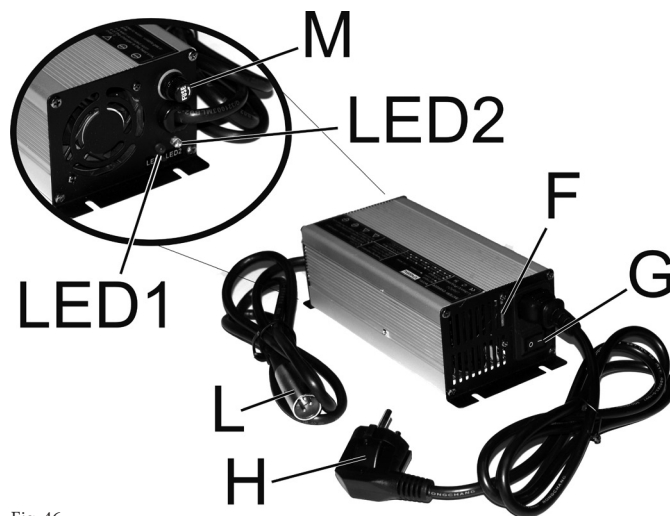

Fig. 46
- Non usare il caricabatteria se la spina (H - Fig. 46) o la presa (L - Fig. 46) o i cavi sono danneggiati, o se esso ha subito un urto violento (a seguito di una caduta, per esempio).
- Do not use the charger if the plug (H- Fig. 46) or the socket (L- Fig. 46) or the cables are damaged or if it has suffered a violent shock (as consequence of a fall, for example).
- Das Batterieladegerät nicht verwenden, wenn der Stecker (H – Abb. 46), die Steckdose (L – Abb. 46) oder die Kabel beschädigt sind, und nicht nach starken Stößen oder Erschütterungen, z. B. durch Stürze, verwenden.
- N'utilisez pas le chargeur si la fiche (H- Fig. 46) ou la prise (L- Fig. 46) ou les câbles sont endommagés, ou bien s'il a subi un choc violent (en conséquence d'une chute, par exemple).